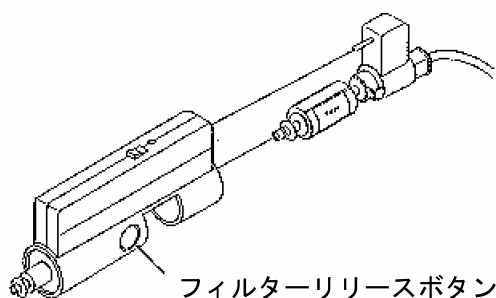

図 3
b. フィルターとホースをコンソールに接続してください。フィルターの付いた取付け部品をコンソールの開口部へカチッと音がして固定されるまで押し込んでください。フィルターの端はコンソールの金属製のガイドに必ず合わせてください。（図 3 参照）